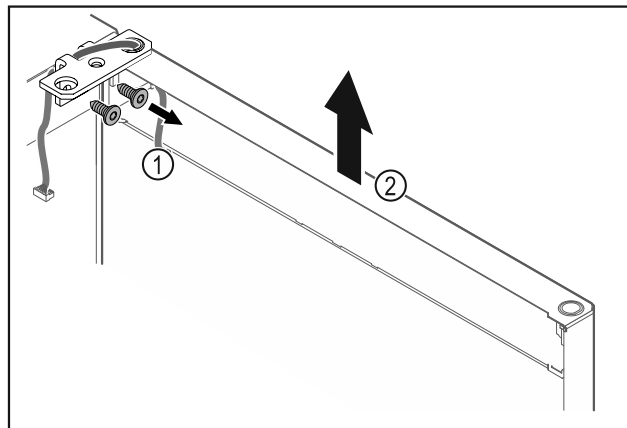

Fig. 19
- ▶ Отвинтите шарнирные уголки Fig. 19 (1).
- ▶ Дверь вместе с шарнирными уголками поднимите строго вертикально вверх Fig. 19 (2) приблизительно на 200 мм и снимите.